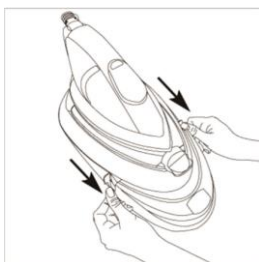

Рис. 9
1. Извлеките резервуар (рис. 9).